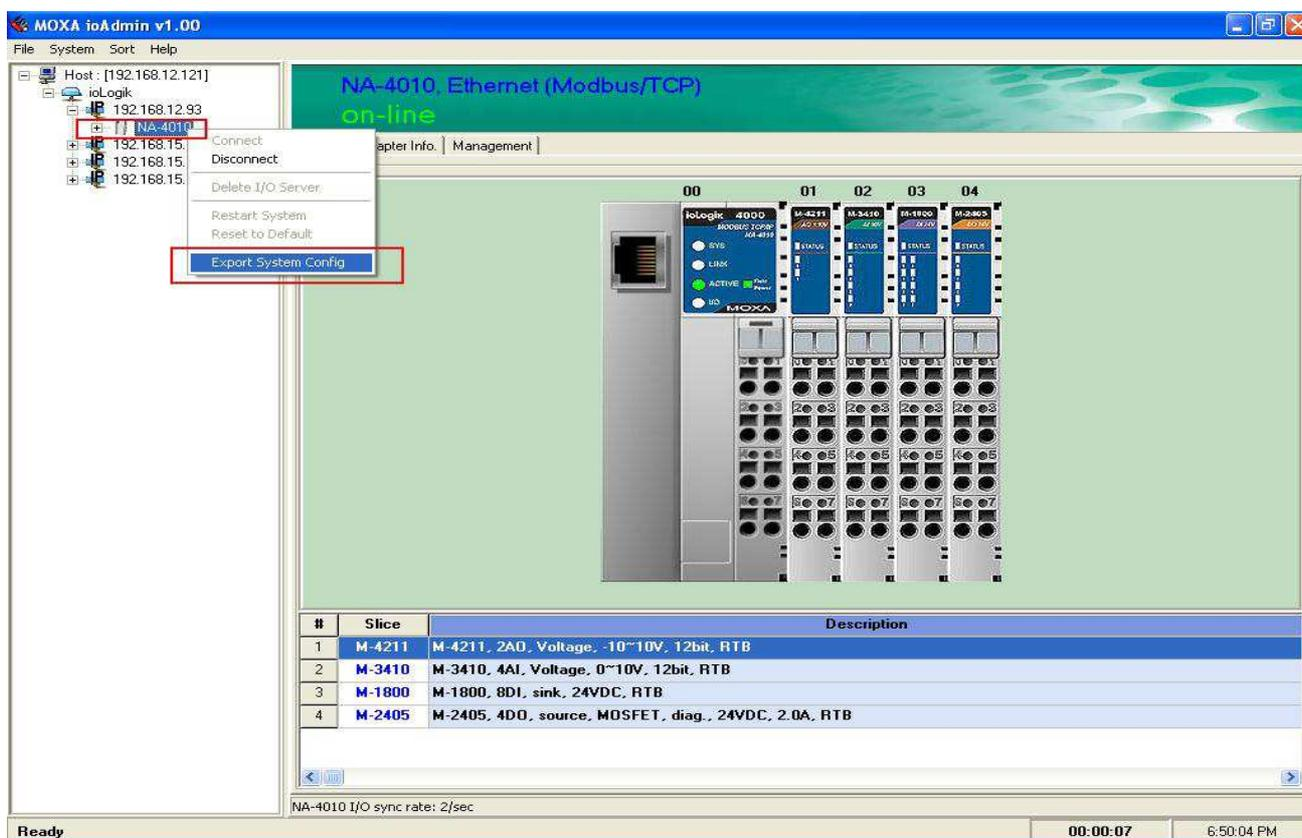

Рис.1
1.1 Запустите программу ioAdmin. В левом меню нажмите правой кнопкой мыши на устройство NA 4000, таблицу Modbus-адресов которого нужно экспортировать. В появившемся меню выберите раздел **Export System Config** и сохраните конфигурационный файл (Рис.1):